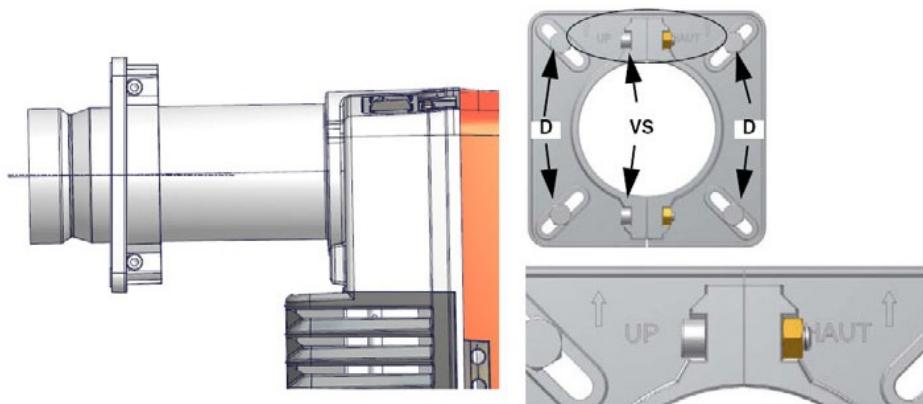

Fig. 2
Tracez une ligne verticale sur le diagramme du brûleur (zone de travail) (Fig. 2) en correspondance de la puissance du foyer et une ligne horizontale correspondant à la valeur de la contrepulsion d'intérêt.
- 4 selon la référence indiquée à la Fig. 2, fixer la bride aux goujons de la chaudière avec les écrous D, sans les serrer complètement;